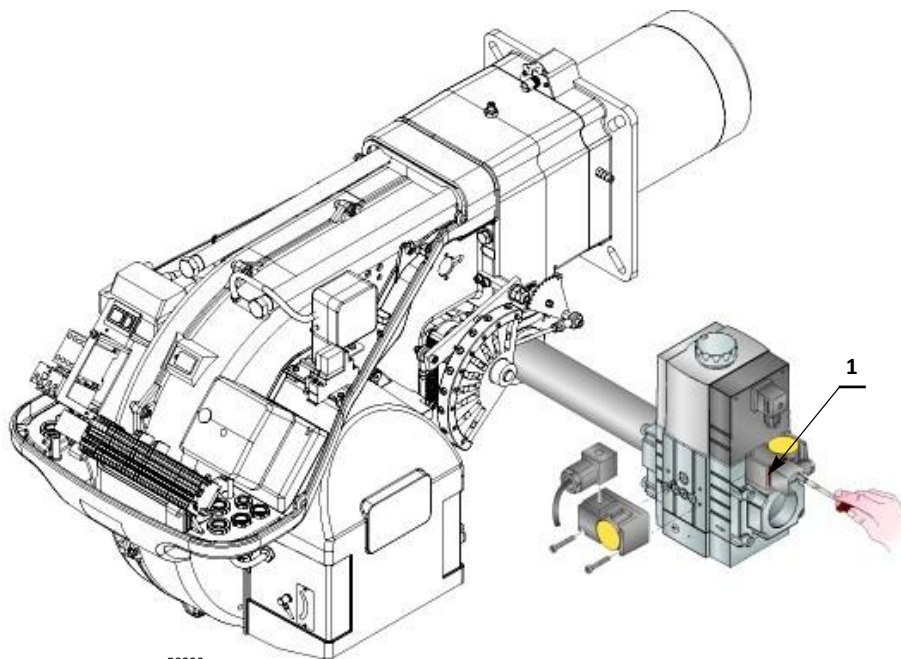

Рис.26
- Проверьте давление подачи газа, подключив манометр к точке измерения давления 1)(Рис. 26) реле минимального давления газа: оно должно быть ниже максимально допустимого давления газового тракта, указанного на табличке характеристик.
- Удалите воздух из трубопровода газового тракта, подключив пластиковую трубку к точке измерения давления 1)(Рис. 26) реле минимального давления газа. Выведите трубку для вентиляции наружу здания, чтобы можно было заметить запах газа.